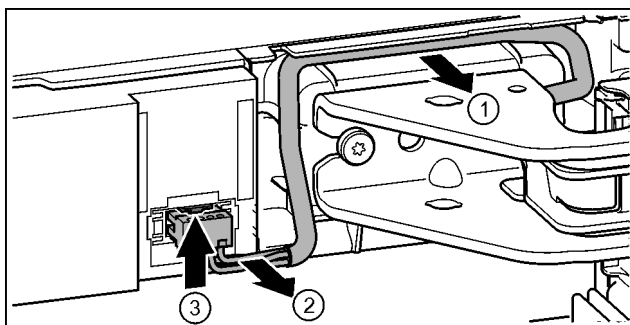

Fig. 18
- ▶ Kábel nad ložiskovou konzolou opatrne uvoľnite z vedenia. Fig. 18 (1)
- ▶ Vodiče kábla opatrne vytiahnite z kanála. Fig. 18 (2)
- ▶ Strmeň potlačte nahor a opatrne vytiahnite zástrčku. Fig. 18 (3)